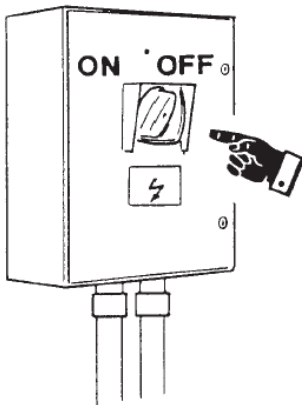

fig.13
- Verificare l'idoneità ed il corretto funzionamento dell'impianto elettrico di alimentazione di rete: (fig.13)